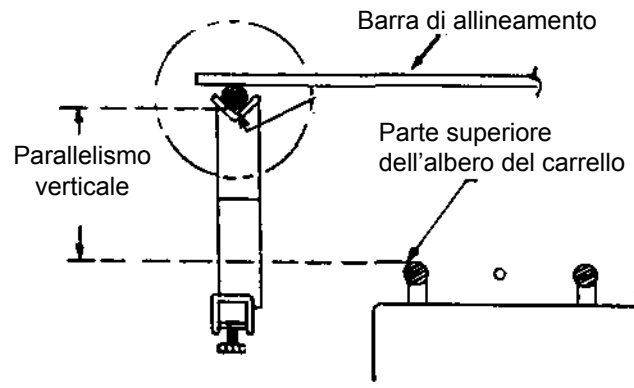

FIG. 43
- Sollevare il pezzo di scorrimento indicatore sul supporto verticale in modo che la barra dell'indicatore possa essere estesa sopra l'albero centrale del cilindro. Vedere le FIG. 43 e 44.